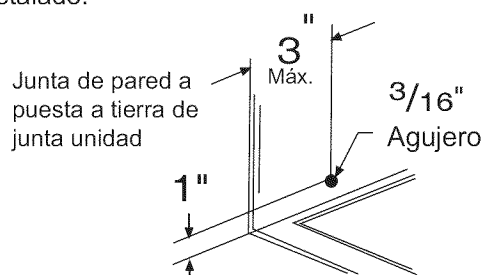

Fig.2
3. Si no existiera, perfore un agujero de paso de 3/16" para tornillo puesta a tierra por el lado izquierdo de la junta de pared, en un área libre a unas 3 pulgadas máximo, alejadas del borde frontal de la junta, usando el tornillo puesta a tierra y la arandela dentada. Tire del extremo libre del cable a tierra al frente de la junta, y temporariamente dóblelo hacia abajo y alrededor del borde inferior de la junta (Fig.2). Este cable a tierra luego será adherido al marco del aire acondicionado una vez instalado.